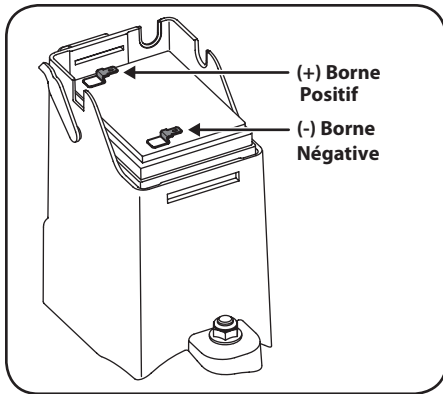

Figure 4-8
3. Installez la batterie neuve. Rebranchez le fil positif (rouge) sur le côté positif de la batterie, puis rebranchez le fil négatif (noir) sur le côté négatif. Voir la Figure 4-8.